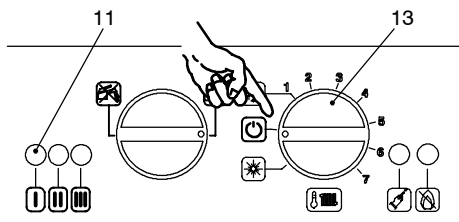

fig. 6.6
- 27 Spegnerò la caldaia portando il selettore 13 sulla posizione "☺" fig. 6.6